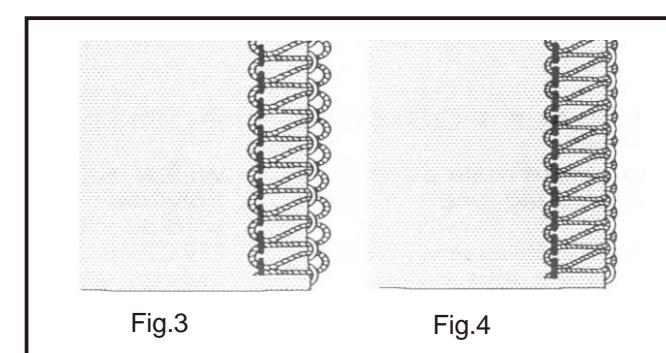

Fig.2
Fixez le convertisseur à deux fils sur le boucleur supérieur, comme illustré à la Fig. 2, Fig.3.
REMARQUE: Lors des remaillages et des découpes simultanés, coupez le tissu sur 3 cm environ en suivant la nouvelle ligne de couture avant de le tourner. Fig. 2.
3. Insérez le fil dans le trou avant ou arrière du pied presseur (selon la tâche souhaitée, voir les schémas présentés dans les figures 2 et 3), puis passez-le sous le pied presseur ou à l'arrière de celui-ci.
POUR ASSEMBLER LES ÉPAULES OU LES MANCHES, passez le fil dans le trou avant du pied presseur en vous assurant qu'il est placé entre les fils d'aiguilles gauche et droite lorsqu'il se dirige vers le trou avant. (Fig. 2).